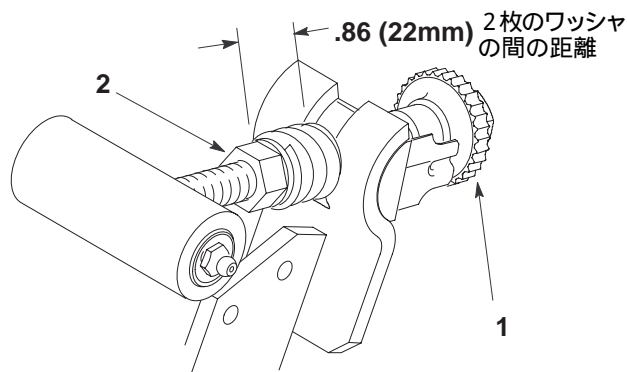

図 17
1. 整備などの都合でSPA アセンブリ（図17）を分解した時は、組み立てに際してスプリングの長さを 22 mm に調整してください。調整は調整ナットを締めて行います。